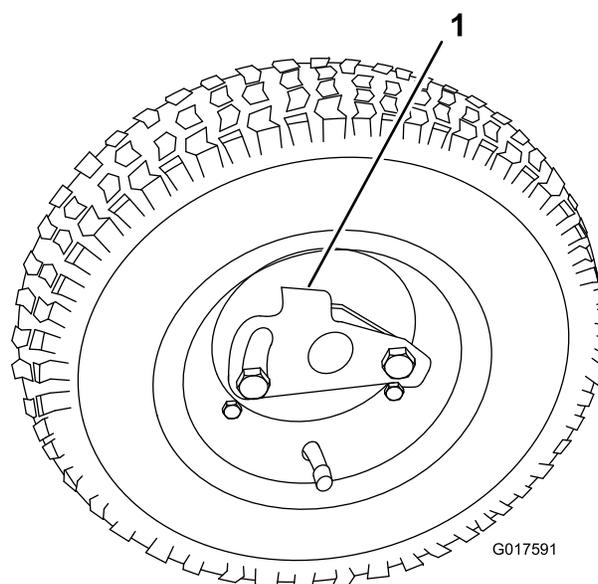

Figura 12
2. Gire la pletina de retención de la rueda hacia el centro de la rueda y coloque la rueda sobre el eje hexagonal (Figura 12).